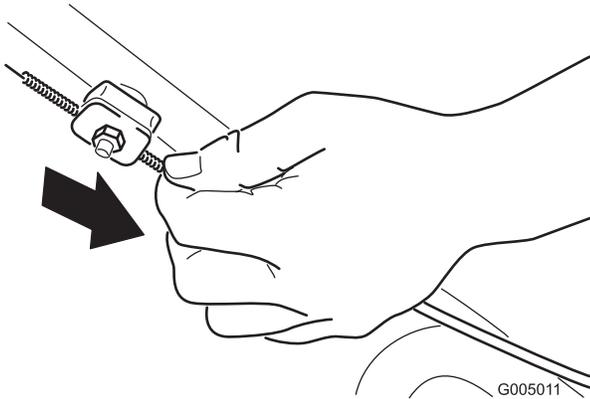

Figura 31
2. Tire hacia abajo de la cubierta del cable (hacia la máquina) hasta eliminar la holgura del cable (Figura 31).